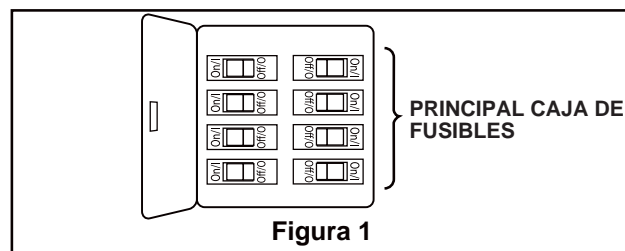

Figura 1
Para evitar una posible descarga eléctrica, asegúrese de cortar la alimentación eléctrica de la caja de fusibles principal antes de colgar el ventilador. (Figura 1)
**Para evitar una posible descarga eléctrica, asegúrese de cortar la alimentación eléctrica de la caja de fusibles principal antes de alambrado el ventilador. (Figura 1)**